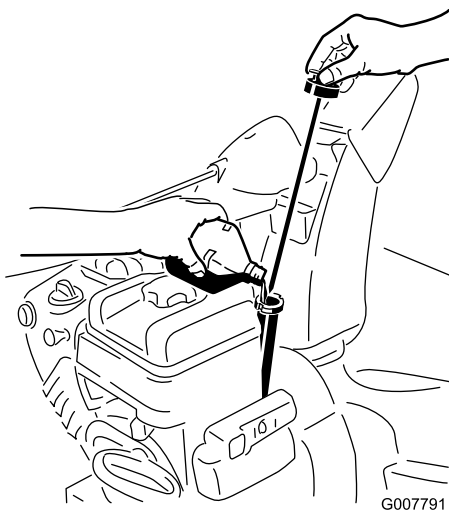

Figure 13
1. Retirez la jauge et versez de l'huile **lentement** dans le goulot de remplissage pour faire monter le niveau de liquide jusqu'au repère du plein (Full) sur la jauge. **Ne remplissez pas excessivement** (Figure 13).